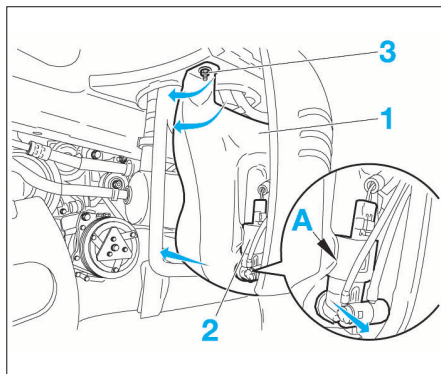

FIG. 17
- Placer un bac receveur sous le réservoir de lave-vitres (1) (Fig.17).